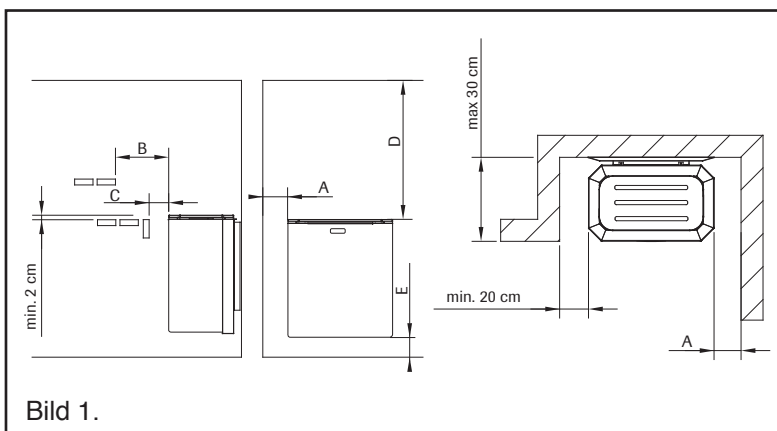

Bild 1.
- NARVI NC-bastuaggregat på 6,0 kW kan även installeras i en nisch i väggen och då ska skyddsavstånden enligt bild 1 iakttas.